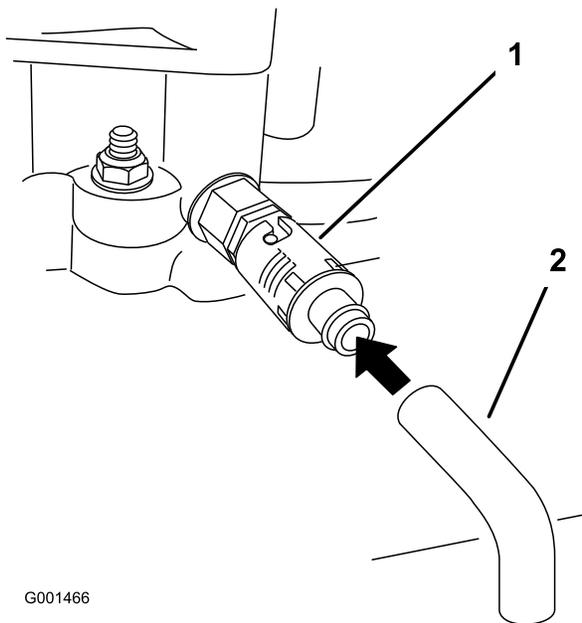

Figure 33
5. Placez un bac sous le flexible de vidange. Tournez le robinet de vidange d'huile pour permettre à l'huile de s'écouler (Figure 33).
7. Enlevez le flexible de vidange (Figure 33).